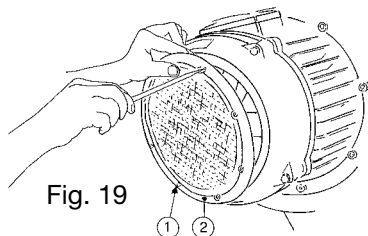
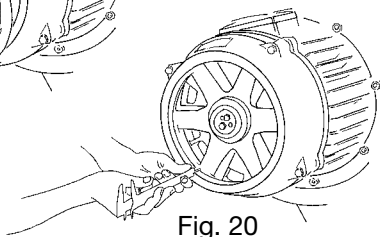
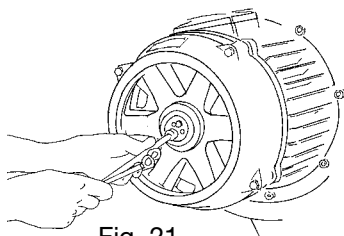
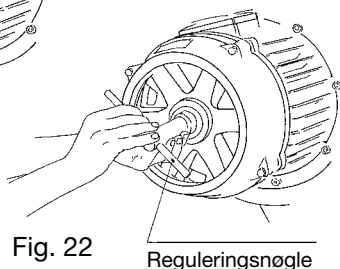

Fig. 19
Fig. 20
Fig. 21
Fig. 22
Skrue skrueene af Pos. 1 og fjern risten pos. 2, (Fig. 19); udfør målingen et hvilket som helst sted mellem bremseventilatoren (Fig. 20) og et niveau på kammeret med bremsen blokeret. Når denne måling er udført, skal ventilatoren bevæges aksialt mod motorens inderside ved hjælp af et håndtag og udfør en anden måling, der registrerer forskellen (fig. 20). Hvis forskellen er højere end nominelle værdier (0,8/1,2 mm), fortsæt som følger:
- skru skrueene af (Fig. 21), drej justeringsringen med uret og genvind en aksial forskydning, der er højere end den nominelle værdi, og husk på, at en komplet drejning af ringen svarer til 2 mm (fig. 22). Når genoprettelsesoperationen er udført, gentag målingen med bremsen åben (fig. 20) og kontroller, at den aksiale forskydning er på den nominelle værdi, sæt skrueene og gitteret på deres pladser igen (fig. 19).